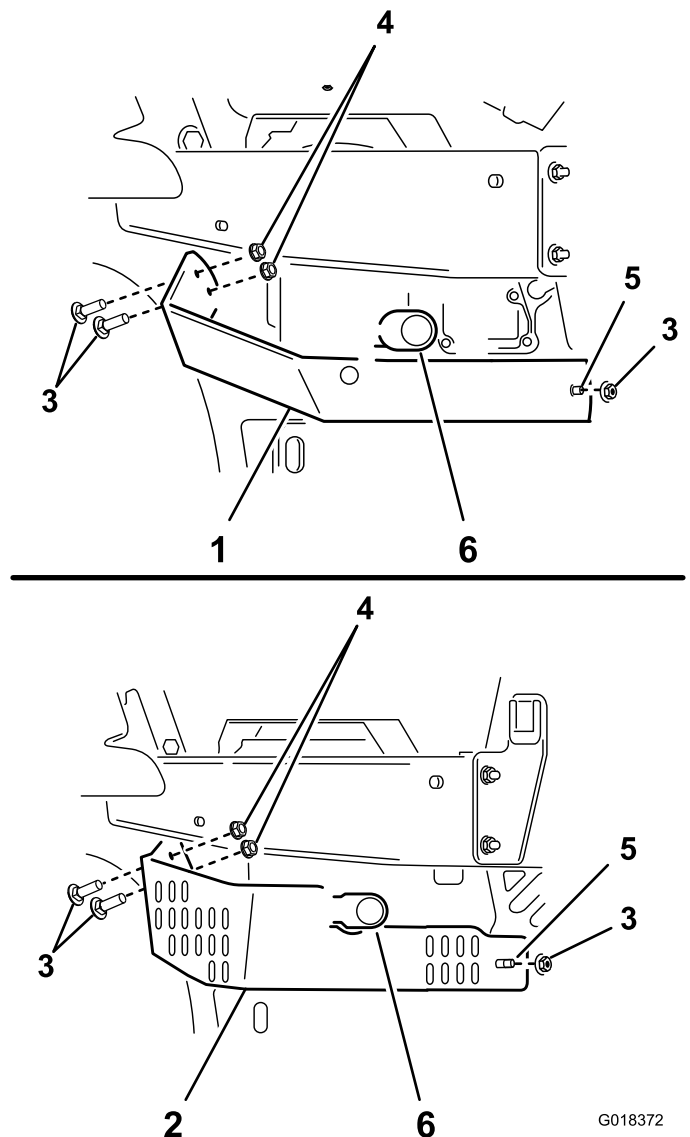

Figura 5
- A. Togliete i 3 dadi flangiati che fissano la protezione inferiore sinistra del motore alla macchina (Figura 5).
- B. Togliete i 2 bulloni a testa tonda nel punto di fissaggio anteriore e la protezione inferiore sinistra del motore (Figura 5).
- A. Allineate i fori sulla protezione con il retro del punto di fissaggio anteriore e la protezione centrale del motore (Figura 5).
- B. Fissate senza stringere la protezione inferiore del motore al bullone a testa tonda sulla protezione centrale del motore con uno dei dadi flangiati precedentemente conservati (Figura 5).
- C. Fissate la protezione inferiore del motore al punto di fissaggio anteriore con i bulloni a testa tonda e i dadi flangiati precedentemente conservati (Figura 5).